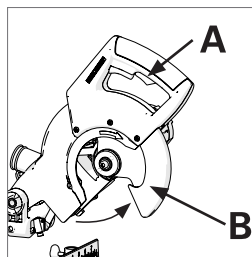

Fig. 18
Per inserire la lama premere la levetta di rilascio del coprilama inferiore (A), far ruotare il coprilama inferiore (B) in alto fino al coprilama superiore e trattenere il coprilama inferiore in quella posizione (Fig. 18)